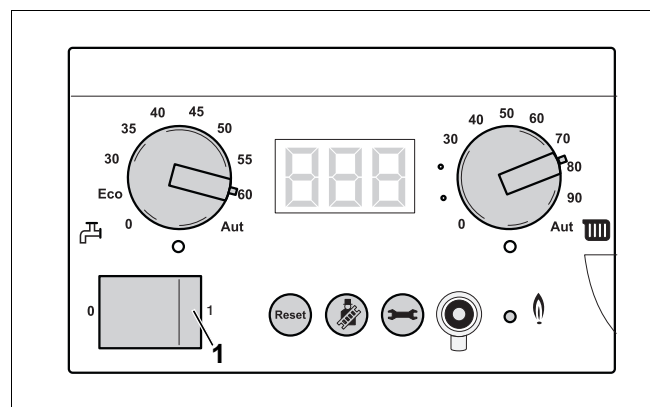

Bild 99 Grundkontroll BC10
- Koppla från värmeanläggningen med strömbrytaren på BC10 (bild 99, pos. 1). Brännaren stängs då också av automatiskt.
- Koppla från värmeanläggningen med strömbrytaren på BC10 (bild 99).